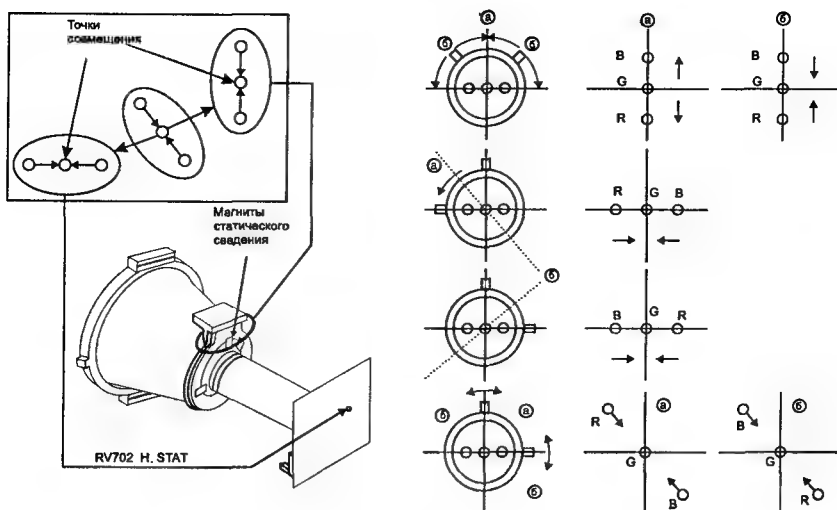

Рис. 2
4. Регулировкой переменного резистора RV702 (H.STAT), расположенного на плате кинескопа, добиваются совмещения красных, синих и зеленых точек или линий по вертикали (рис. 2, а).
5. Если точки или линии в центре экрана свести невозможно, необходимо с помощью магнитов статического сведения колец (ближних к цоколю кинескопа) провести предварительное сведение лучей, раздвигая магниты или поворачивая их одновременно в какую-либо сторону. Зависимость перемещения лучей от поворота магнитов показана на рис. 2, б.